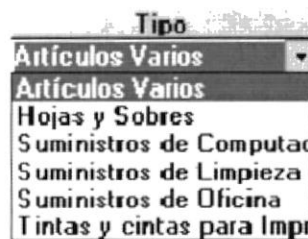

Figura 9.7 Tipos de Suministros.
- En ese momento le aparecerá un listado como el que se encuentra en la **Figura 9.7**, del cual Ud. podrá seleccionar el Tipo de Suministro que Ud. desee con el mouse y dándole un clic o usando las teclas direccionales y pulsando la tecla <ENTER>.